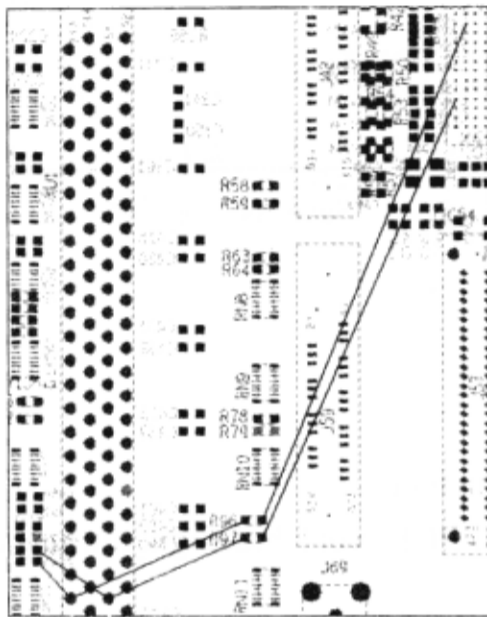

图 4-3-3 显示 DDR\_DS0 和 DDR\_DS9 飞线
(5) 选中“Display-Ratsnest”对话框中“Show”前的单选按钮。
(6) 单击列表框中的“DDR\_DS0 (Xnet)”、“DDR\_DS0”、“DDR\_DS9 (Xnet)”和“DDR\_DS9”，显示 DDR\_DS0 和 DDR\_DS9 飞线，如图 4-3-3 所示。
(7) 单击“OK”按钮，关闭“Display-Ratsnest”对话框。